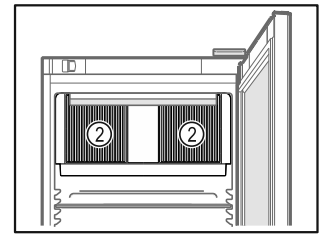

Fig. 50
- ☐ Lüftungsschlitze Fig. 50 (2) des Umluftgebläses im Innenraum freihalten.